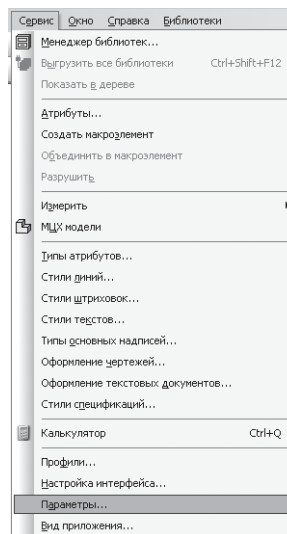
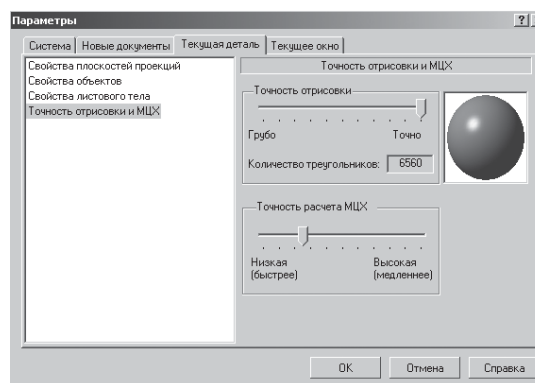

Рисунок 2.2 – Вікно діалогу
Рисунок 2.3 – Вкладка параметри
– на рядку меню виберіть **Сервіс – Параметри** (рис. 2.2), після клацання ЛКМ розкриється діалогове вікно, вкажіть **Поточна деталь – Точність відображення та МЦХ** (масо-центруюча характеристика). У довідковому полі діалогу буде показаний умовний коефіцієнт точності відображення – кількість трикутників, а у вікні перегляду – зображення поверхні сфери при обраному ступені точності. «Бігунок», утримуючи ЛКМ, переведіть у положення **Точно**. Налаштувавши точність відображення і розрахунків, натисніть кнопку **ОК** діалогу (рис. 2.3). Чим вище точність, тим більше «гладким» виглядає зображення;